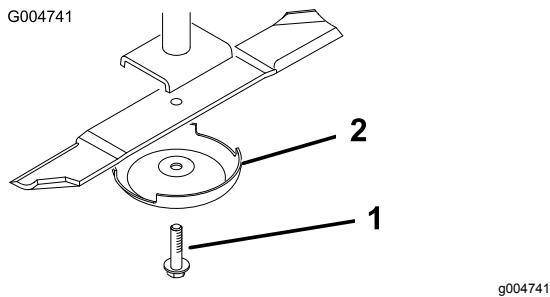

Figure 78
5. Enlevez le boulon, la coupelle de protection et la lame de l'axe de pivot (Figure 78).